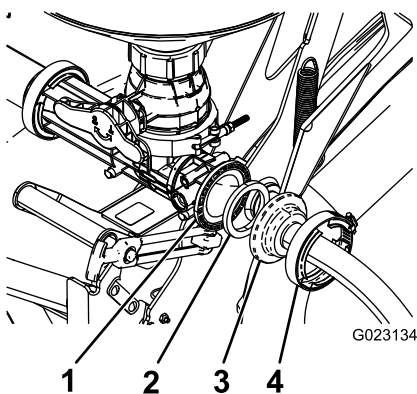

Figure 19
- Fixez l'extrémité du flexible d'alimentation non muni d'une traversée dans l'orifice arrière sur le robinet du mélangeur, au moyen d'un joint et d'un collier à vis sans fin (Figure 19).